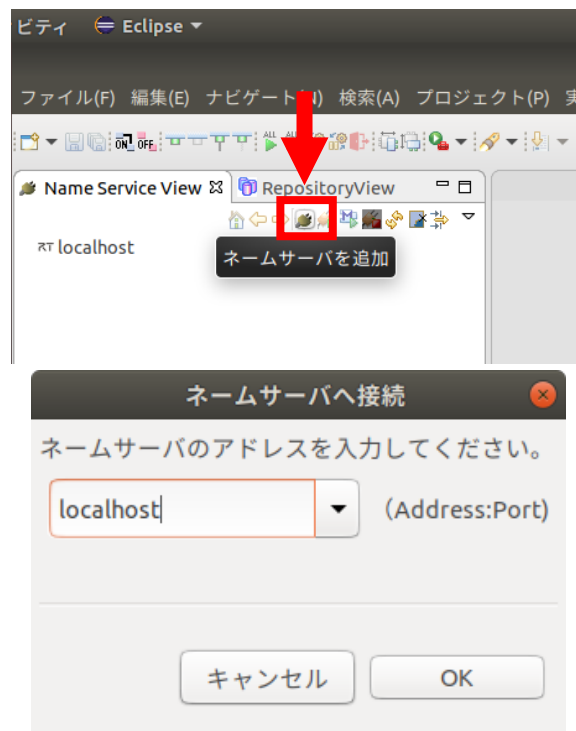

図 10 ネームサーバーの追加
- ④ ネームサービスに何も無い場合，図 10 のように左上のネームサーバーの追加から localhost を追加する．（このとき失敗する場合はネーミングサービスが立ち上がっていないため①の rtm-naming を実行する．）